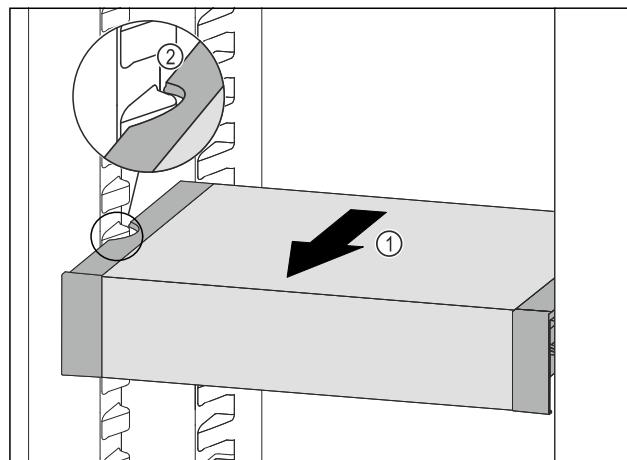

Fig. 82
- VarioSafe tahajte dopredu Fig. 82 (1), dokým sa bočné vybrania VarioSafe nebudú nachádzať vo výške rebra nádoby v chladničke. Fig. 82 (2)